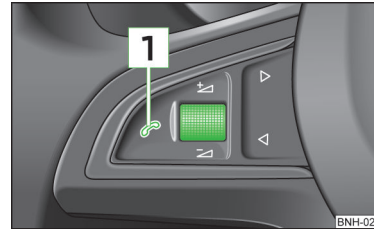

Abb. 84
Durch kurzes Drücken der Taste **1** » Abb. 84 am Multifunktionslenkrad.
Wenn das System gerade eine Meldung abspielt, dann ist es notwendig, die gerade abgespielte Meldung durch kurzes Drücken der Taste **1** » Abb. 84 am Multifunktionslenkrad zu beenden.
- durch kurzes Drücken der Taste **1** » Abb. 84 am Multifunktionslenkrad.